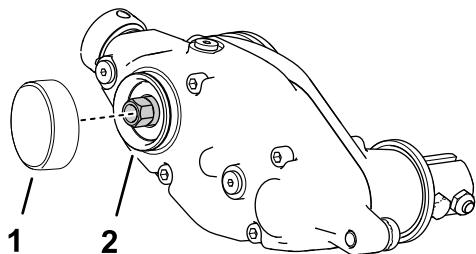

Bild 14
1. Tragen Sie Gewindesperrmittel mittlerer Stärke (z. B. Green Loctite 609®) um die Sprengringrolle und die äußere Oberfläche auf (Bild 14).
2. Montieren Sie den Deckel, wie in Bild 14 abgebildet.